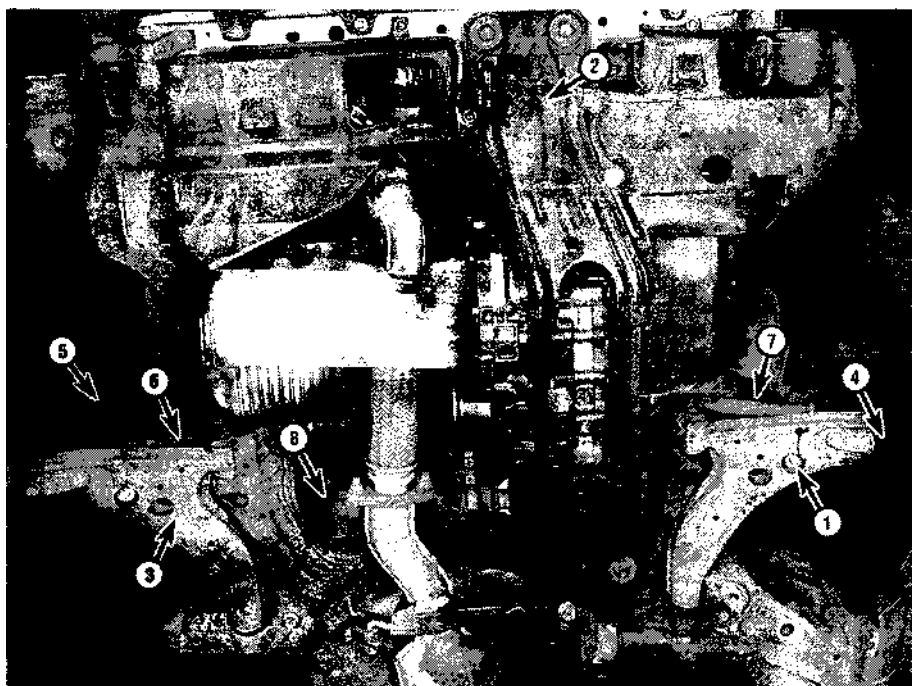

Рис. 1.1. Вид снизу на переднюю подвеску
Передняя подвеска (см. рис. 1.1) представляет собой стойку Макферсона. Верхний конец стойки крепится к кузову автомобиля. Нижний конец стойки крепится к поворотному кулаку. Поворотный кулак при помощи шарового шарнира связан с наружным концом нижнего рычага подвески. Для уменьшения крена автомобиля установлен стабилизатор поперечной устойчивости.
- 6 Отверните болты крепления подрамника двигателя (см. рис. 1.1) и медленно опустите подрамник.